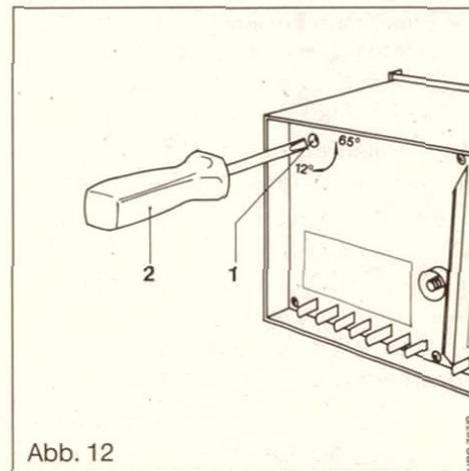

Abb. 12
- Änderung der Einstellung am Potentiometer (1) Abb. 12.